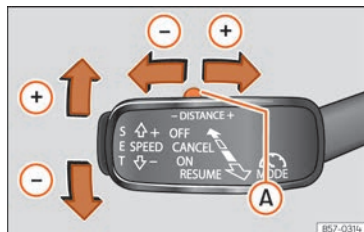

Fig. 262 À gauche de la colonne de direction : troisième levier pour utiliser le régulateur de vitesse adaptatif.
Lors de la conduite, si vous souhaitez utiliser la vitesse actuelle du véhicule comme vitesse de croisière et activer l'ACC, appuyez sur la touche **SET** » **fig. 262**. Si vous désirez augmenter ou diminuer la vitesse par intervalles
Pour augmenter ou réduire le niveau de distance, appuyez sur la commande à bascule vers la droite ou la gauche » **fig. 262** (A).